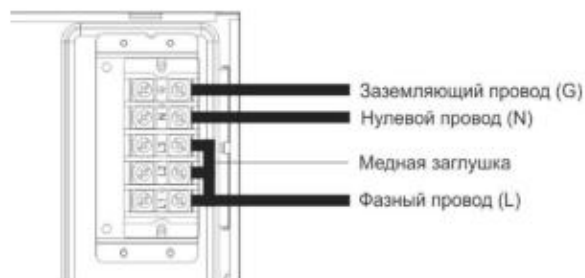

Рис. 11. Однофазное подключение прибора
- Схема однофазного подключения сетевого кабеля к клеммной колодке указана в Рис. 11.